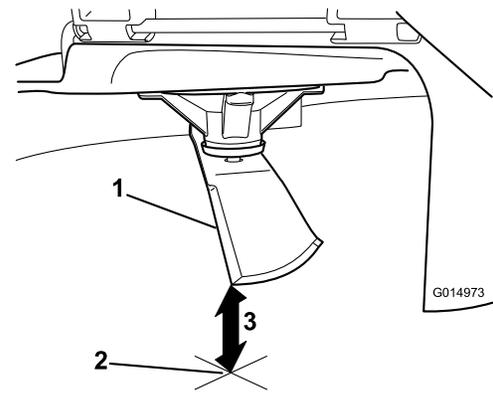

Рисунок 61
- Измерьте расстояние от конца ножа до плоской поверхности (Рисунок 61).